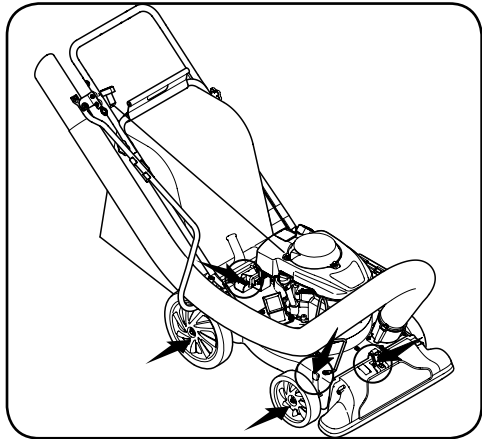

Рисунок 5-1
4. Один раз в сезон смазывайте расположенный в верхней части сопла рычаг переключения между соплом и шлангом жидким маслом. См. рисунок 5-1.